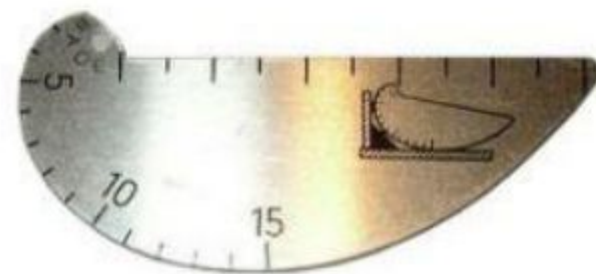

Рисунок 6 – Шаблон Красовского
- 5. Определение диаметров проволоки производится с помощью пазов Ж (рисунок 5). Кроме указанных выше существует большое количество других шаблонов. Принцип их применения аналогичен применению шаблонов УШС-2 и УШС-3. Например, шаблон Красовского (рисунок 6).